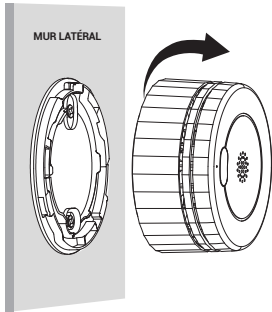

Figure 5
- 4.Fixez le détecteur de fumée au support de montage et tournez-le dans le sens des aiguilles d'une montre pour le verrouiller (voir figure 5).